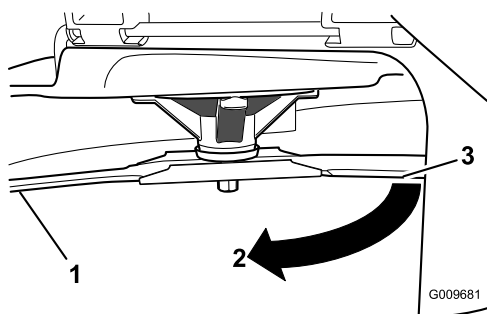

Figura 56
- Distancia medida entre la cuchilla y la superficie (A)
- Gire la misma cuchilla 180 grados de manera que el otro extremo esté en la misma posición (Figura 56).